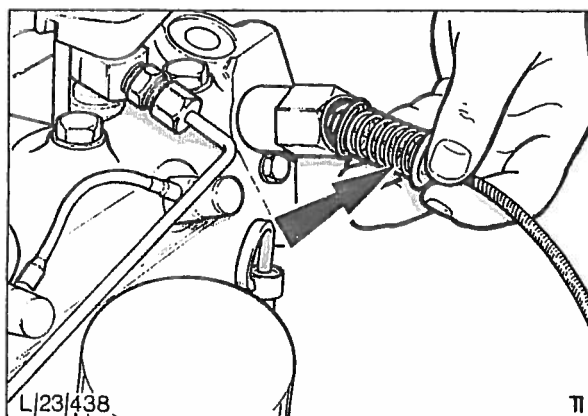

Fig. 59 Demontering av kabel fra senderenhet.
3. Demonter låseringen og kople kabelen av fra senderenheten i topplokket, fig. 59.